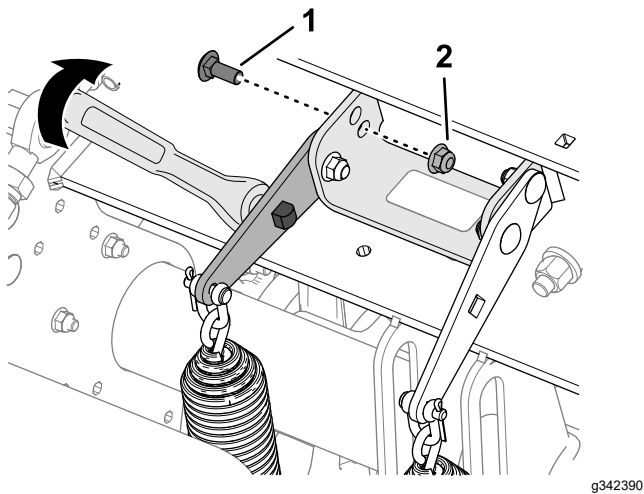

図 110
4. スプリングテンションプレートの四角い穴に 1/2" のラチェットまたはバールを差し込む 図 110。